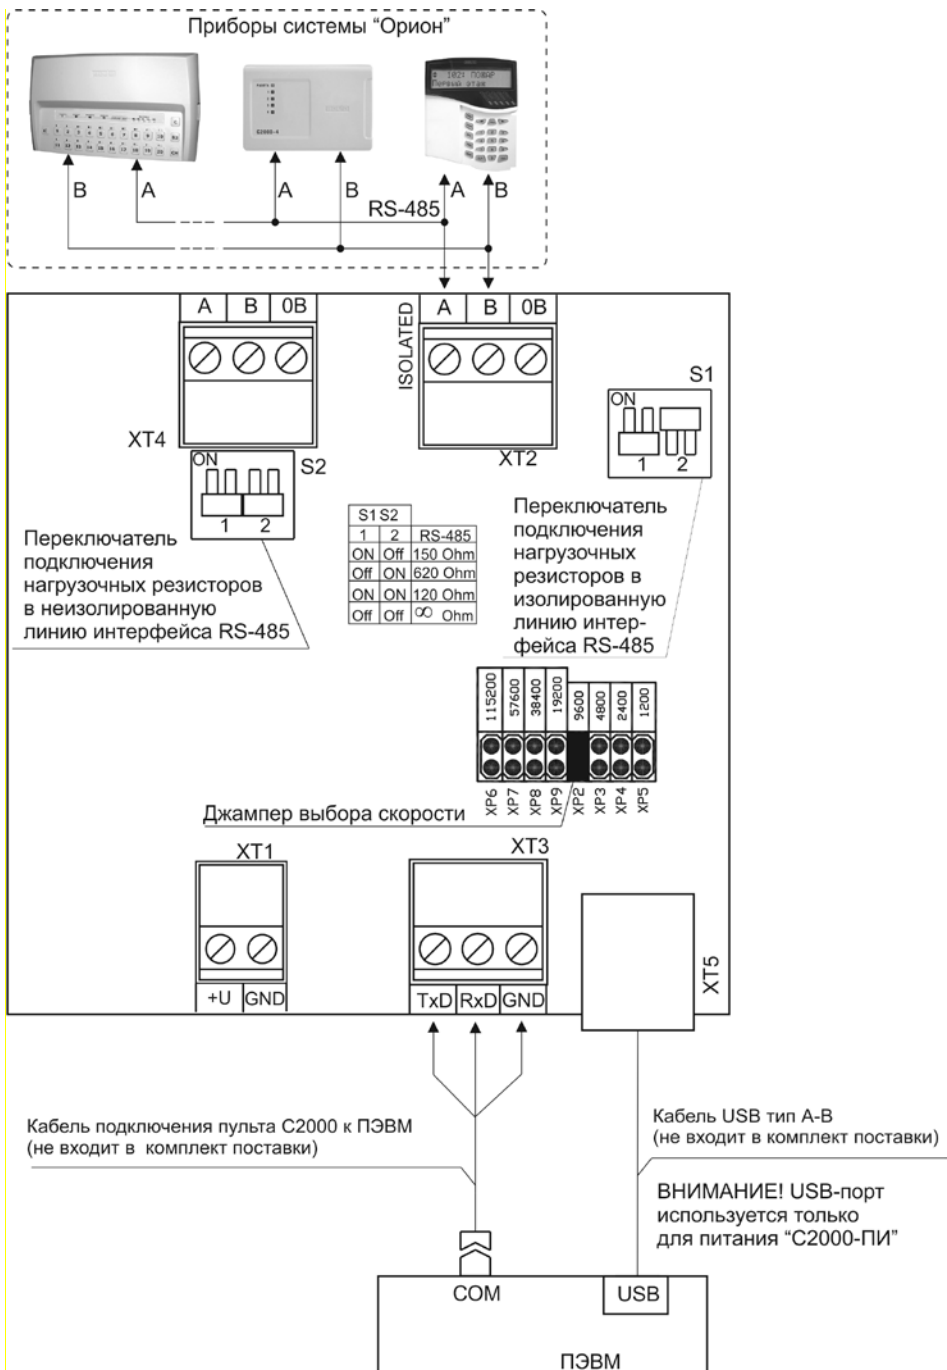

Рисунок 4. Схема внешних соединений «С2000-ПИ» в режиме преобразователя интерфейсов RS-232/RS-485
2.2 Монтаж соединительных линий производится в соответствии с рис. 4, 5.
4.2.2 Подключите кабель подключения пульта С2000 к ПЭВМ к разъему ХТ3 преобразователя и к СОМ-порту компьютера (см. рис.4).
4.2.3 Подключите кабель USB тип А-В к разъему ХТ5 преобразователя и к USB-порту компьютера (см. рис.4).